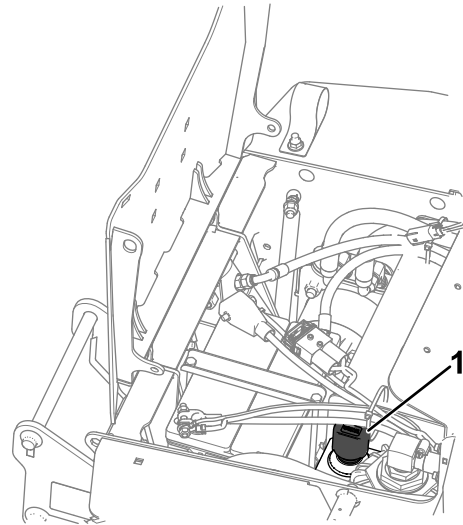

Bild 48
3. Reinigen Sie den Bereich um die Belüftungsschraube/Peilstab am Hydraulikölbehälter (Bild 48).